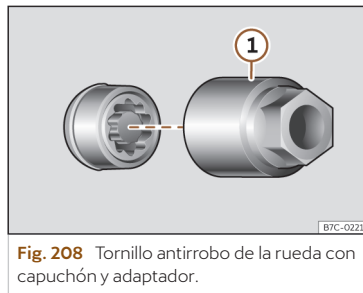

Fig. 208 Tornillo antirrobo de la rueda con capuchón y adaptador.
- Encaje el adaptador especial >>> **fig. 208 1** (herramienta de a bordo >>> **pág. 296**) en el tornillo antirrobo de la rueda hasta el tope.